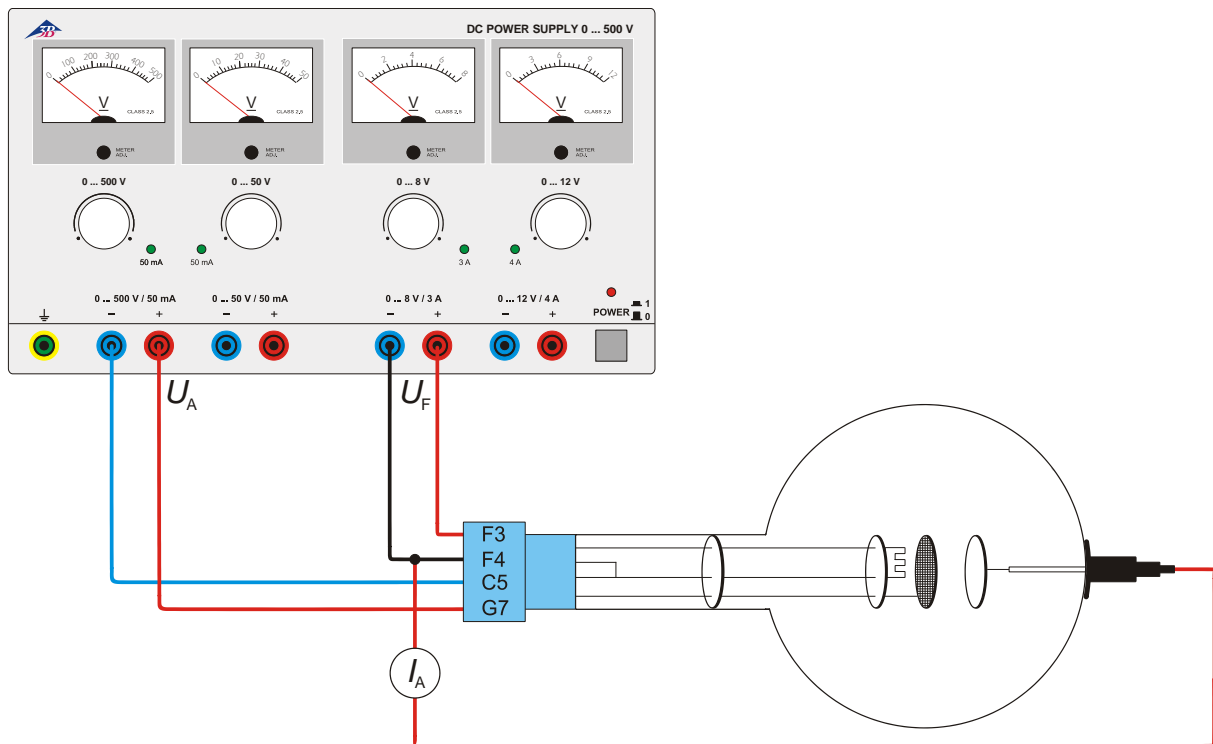

Fig. 3 Génération de rayons cathodiques
- Procédez au câblage de la figure 3, de façon à ce que la grille et la cathode représentent une diode.